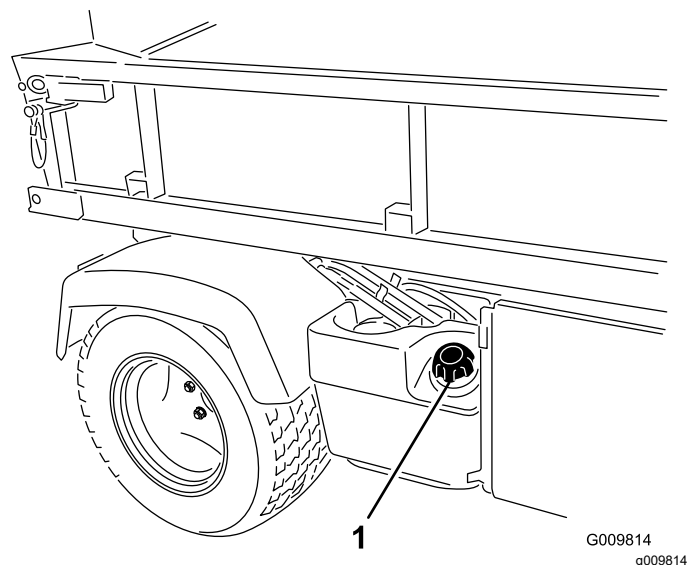

Figure 13
2. Enlevez le bouchon du réservoir de carburant (Figure 13).